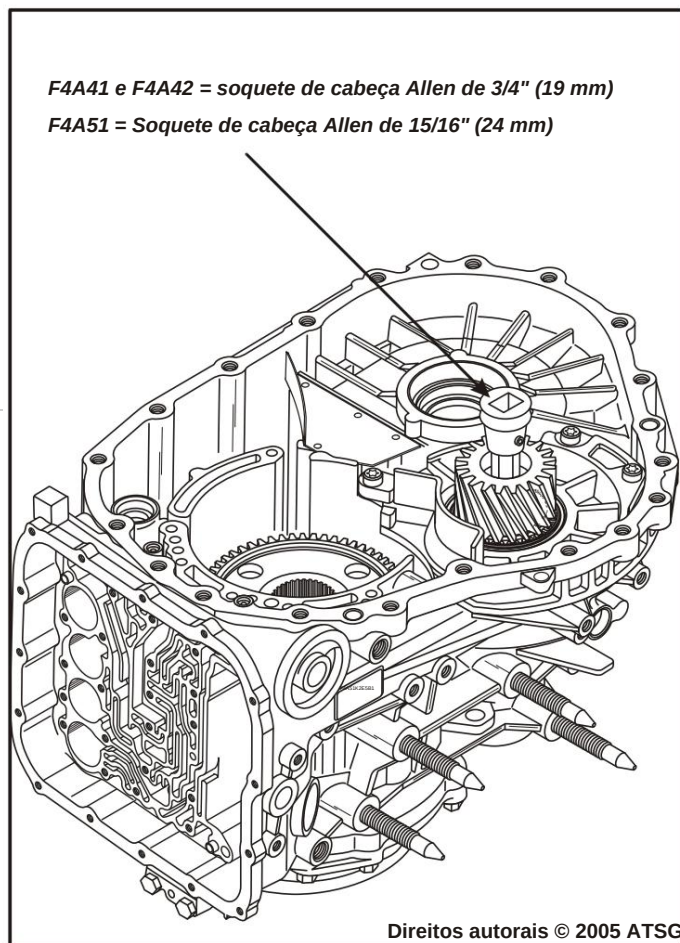

Figura 56
Nota: Esta porca é "Rosca Esquerda" e deve ser girado no sentido horário para remover, e o eixo do pinhão deve ser segurado pelo lado oposto lado usando a cabeça allen de tamanho apropriado soquete, conforme mostrado na Figura 56.
73. Gire a transmissão de forma que a parte frontal fique voltada para cima, conforme mostrado na Figura 56, e remova a chave Allen soquete de cabeça.